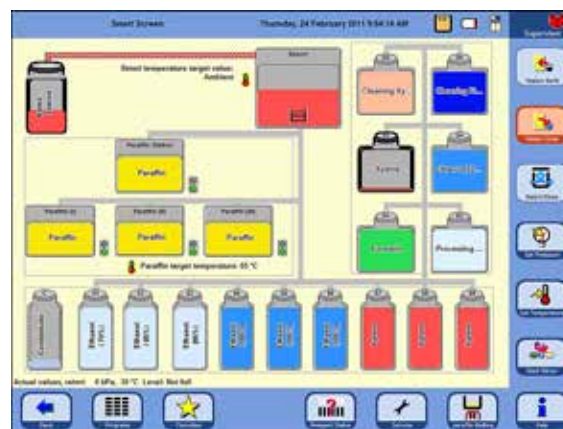

Рис. 166
- Весь процесс графически отображается на дисплее (форма **SMARTSCREEN**) (рис. 166).